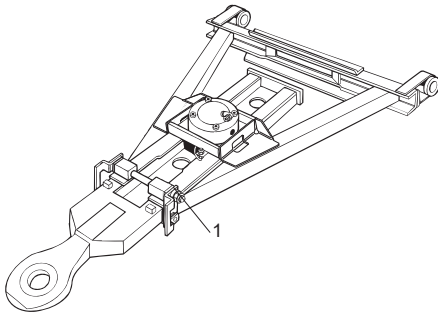

Abb. 7
- Einstellbolzen anziehen (Abb. 7, Pos. 1), damit sie richtig eng anliegen. Sicherstellen, dass das Ausziehelement längenverschiebbar gleiten kann.